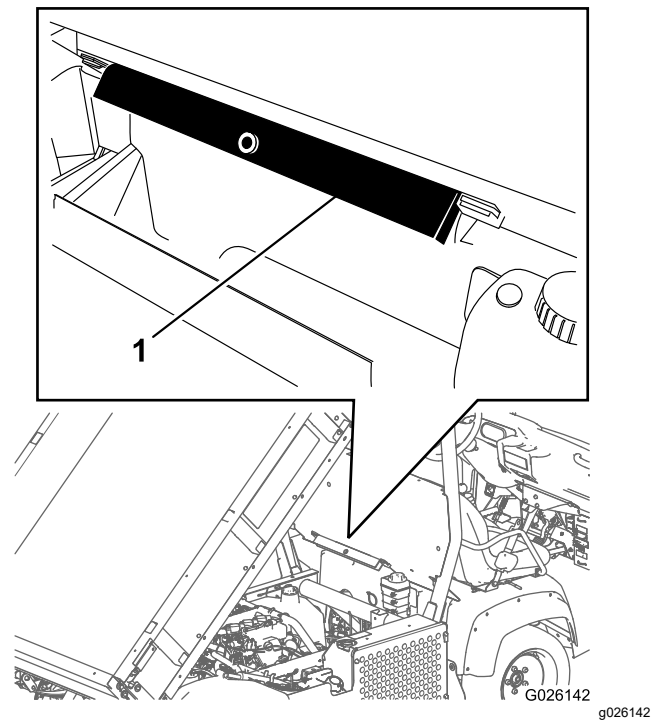

Figura 32
2. Retire el soporte de la plataforma de los soportes de almacenamiento situados en la parte trasera del panel del ROPS (Figura 32).